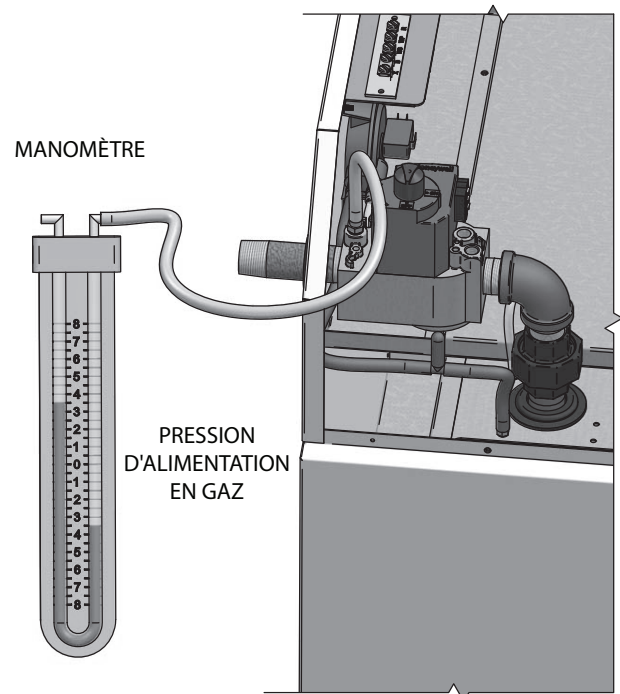

Figure 9-1_Mesure de la pression de gaz d'alimentation - Modèles ER152 - ER202
3. Sur les modèles ER152 - ER202, retirer le bouchon hexagonal de 1/8" situé sur le côté "entrée" de la vanne de gaz. Un piquage de pression d'entrée est situé sur le dessus du corps de la vanne (voir FIG. 9-1).